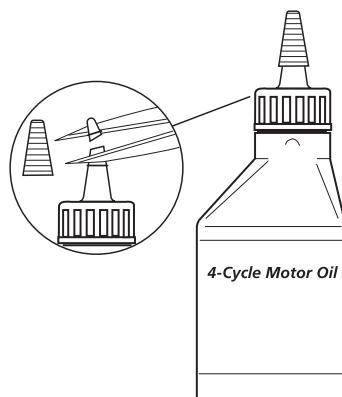

Fig. 5
Su unidad trae una botella de aceite SAE 30 SF, SG, SH de 90 ml (3,04 onzas fluidas) (Fig. 5).
- Desenrosque la tapa de la botella de aceite y retire el sello de papel que cubre la apertura. Vuelva a colocar la tapa. Corte la punta de la boquilla del embudo (Fig. 5).